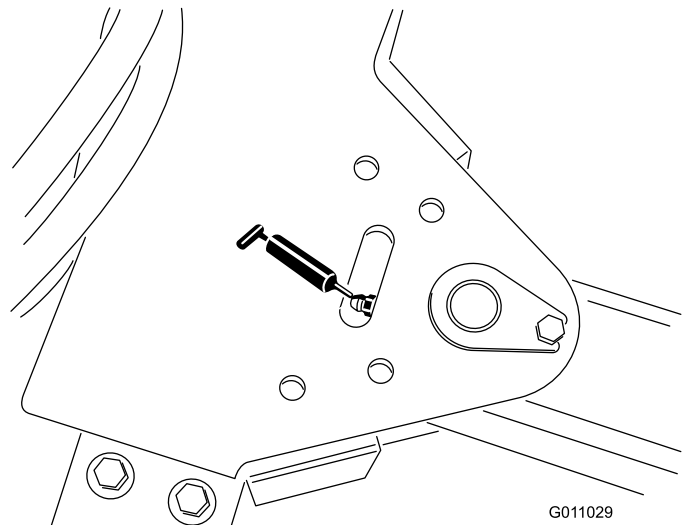

Figura 33
- Perno del timone di traino (1) (Figura 33).